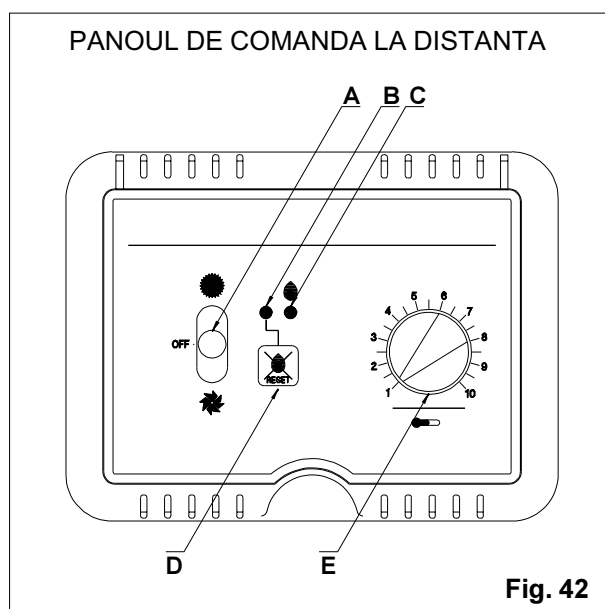

Fig. 42
(Referirile la panoul de comanda la distanta - furnizat la cerere - se refera la fig. 42).
In cazul cand functionarea generatorului este reglata de un panou de comanda la distanta (fig. 42), cand incaperea a ajuns la temperatura dorita, reglati termostatul de ambient rotind lent (in sens antiorar) butonul de reglare (E) pana la stingerea arzatorului, semnalata de led-ul verde (C).